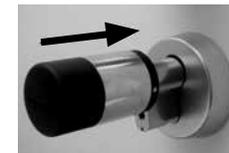

Abb. 19
⑯ Den Zylinder von außen nach innen durch die Profilzylinderöffnung schieben (Abb. 19) und mit der Stulpschraube fixieren.
⑰ Führen Sie einen Funktionstest bei geöffneter Tür durch. Aktivieren Sie das Schloss mittels Öffnungsmedium. Drehen Sie den Knauf in Öffnungs- und Schließrichtung. Der Knauf muss leichtgängig zu drehen sein. Führen Sie anschließend den Test bei geschlossener Tür durch.